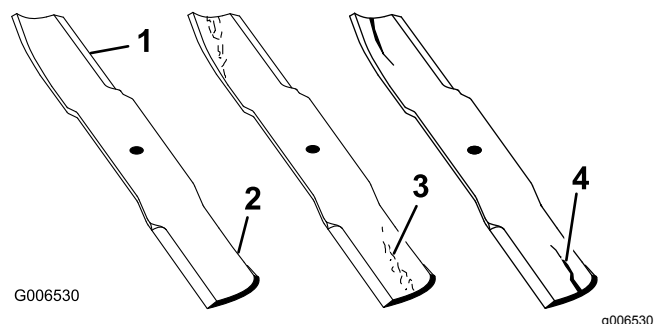

Figure 42
1. Examinez le tranchant des lames (Figure 42).
2. Inspectez les lames, surtout la partie relevée (Figure 42).
Remarque: Remplacez immédiatement toute lame endommagée, usée ou qui présente une entaille (repères 3 et 4 de la Figure 42).